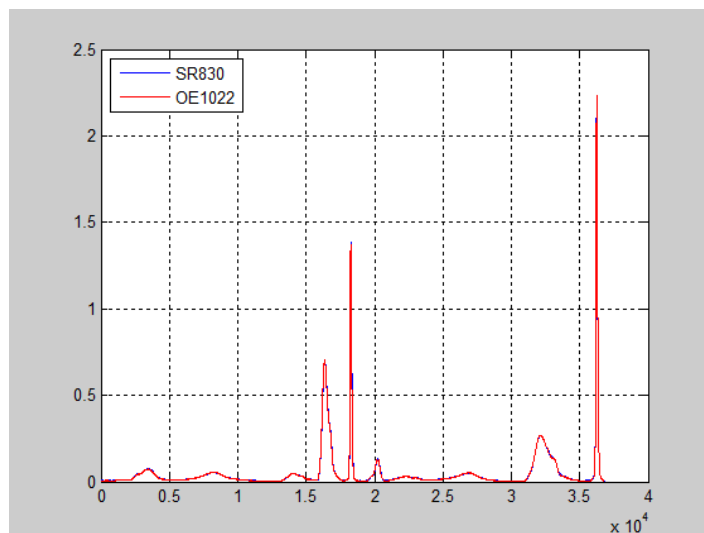

图106. 两台锁放测得的光谱曲线对照图
5. 将 OE1022 替换为 SR830，在相同的参数设置下进行同样的光谱测量实验，得到的光谱曲线对照图 106 如下：